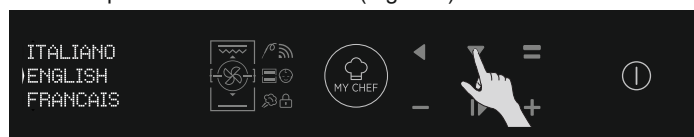

Figure 4
- Entrez dans la section des réglages et sélectionnez votre langue dans les options du menu déroulant (Figure 4).